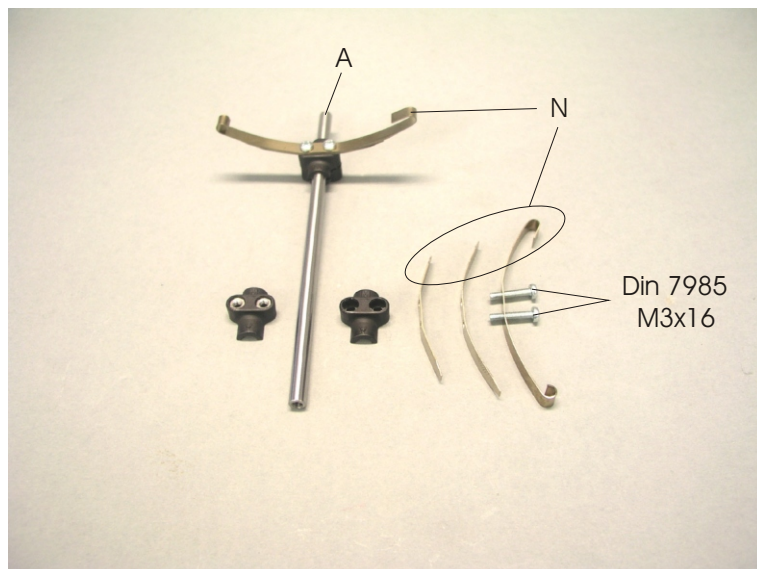

Bild 2
In Bild 2 sehen sie, wie die Achshalter und die Blattfedern (N) mit der Achse (A) verbunden werden.